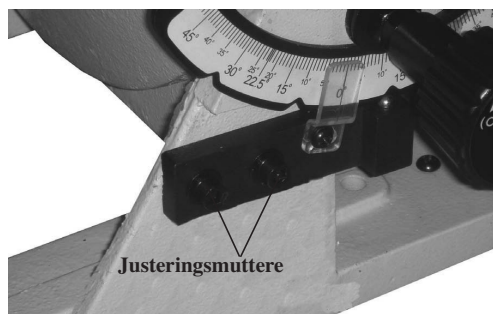

Fig. 03
2. Om justeringer trengs, flytter du bordet slik at den hviler 90 grader fra bordet, og løsner på de to justeringsmutterne (fig. 03) på stoppeskinnen, og flytter skinnen mot høyre eller venstre for korrekt justering. Når korrekt justering er gjort, spenner du til de to justeringsmutterne på stoppeskinnen.